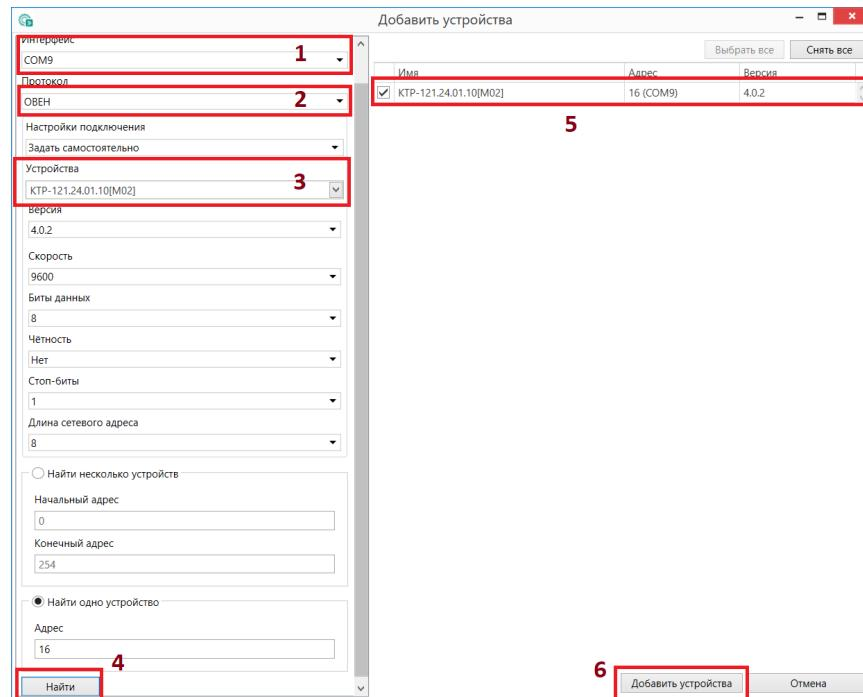

Рисунок 6.1 – Настройки связи с устройством
6. Выбрать интерфейс «Устройство с последовательным интерфейсом USB» (см. рисунок 6.1, 1). Номер COM порта, присвоенный прибору можно узнать в Диспетчере устройств Windows.
7. Выбрать протокол **ОВЕН** (см. рисунок 6.1, 2).
8. Выбрать устройство (Пункт 3 на рисунок 6.1). Модификация KTP-121 указана на боковой стороне прибора.
9. Выбрать «Найти одно устройство», если добавляется один прибор. Запустить поиск нажатием на кнопку «Найти» (см. рисунок 6.1, 4).
10. Выделить найденное устройство (см. рисунок 6.1, 5).
11. Добавить устройство в проект Конфигуратора по нажатию кнопки «Добавить устройства» (см. рисунок 6.1, 6).
1. Нажать на кнопку **Обновить устройство** в контекстном меню выбранного устройства или в главном меню. Откроется диалоговое окно для смены встроенного ПО устройства. Допускается обновление одного или нескольких устройств. Устройства следует выделить в области устройств (см. рисунок 6.1, 5) и выбрать **Обновить устройство** в контекстном меню или главном меню.